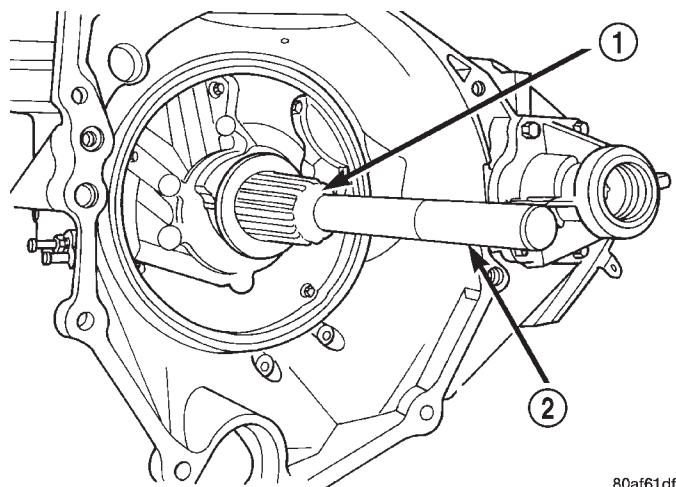

Fig. 266 Instalación de la junta de la bomba de aceite
(1) Con la herramienta C-4193, instale la junta de la bomba de aceite (Fig. 266).